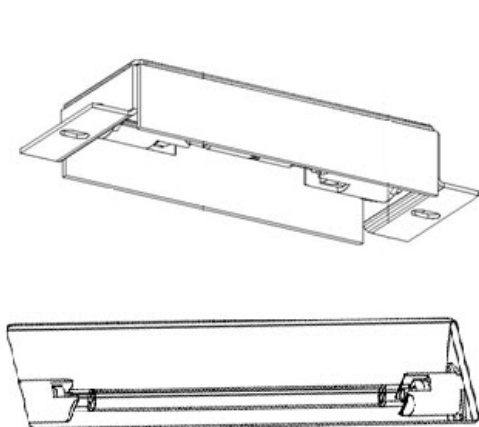

Abbildung 5.1a
3. Die defekte Lampe durch Bewegen in Längsrichtung aus der Fassung entfernen (siehe Abbildung 5.1a).